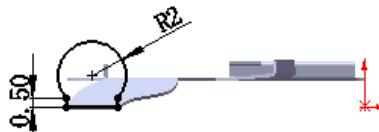

图 6.36 边线一法兰 6 草图
(3) 定义法兰参数。
① 定义法兰角度值。在 **角度(G)** 区域的 **文本框** 中输入角度值 120.0。
② 定义长度类型和长度值。在“边线一法兰”对话框的 **法兰长度(L)** 区域的 **文本框** 下拉列表中选择 **给定深度** 选项，在 **文本框** 中输入深度值 2。在此区域中单击“外部虚拟交点”按钮
③ 定义法兰位置。在 **法兰位置(N)** 区域中，单击“折弯在外”按钮 。
(4) 单击 按钮，完成边线一法兰 6 的初步创建。
(5) 编辑边线一法兰 6 的草图。在设计树的 边线-法兰6 上右击，在系统弹出的快捷菜单中单击 命令，系统进入草图环境。绘制图 6.36 所示的草图。退出草图环境，此时系统完成边线一法兰 6 的创建。